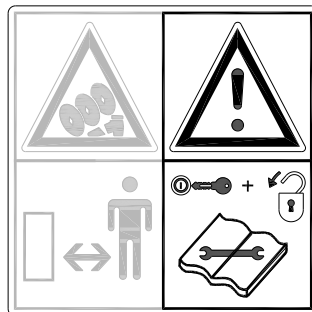
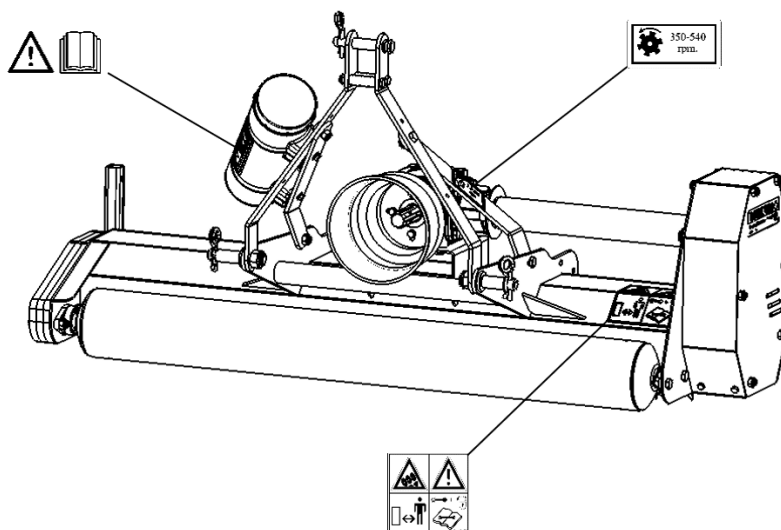

Fig. 3
Fig. 6
Bij onderhoud, afstellen en reparaties **altijd de tractormotor uitschakelen en de tractorsleutel uit het contact halen en PTO ontkoppelen.** (Fig.3)
Aan de Verti-Cut zijn (Fig. 6) veiligheidsstickers (Fig. 3,4,5) aanwezig met een gelijklopende betekenis. Deze veiligheidsstickers moeten altijd goed zichtbaar en leesbaar zijn en moeten, wanneer deze beschadigd zijn, worden vervangen.
(Fig. 3).
- (7) Plaatsing veiligheidsstickers. (Fig. 6)